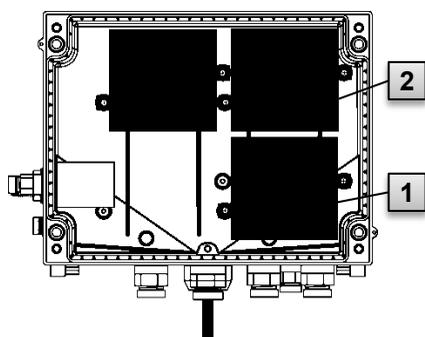

Fig. 30
4. Afloje los tornillos del protector de la batería (Fig. 30: **1** o **2**) y retírela.
7. Coloque las baterías nuevas en el interior (Fig. 30: **1** or **2**).